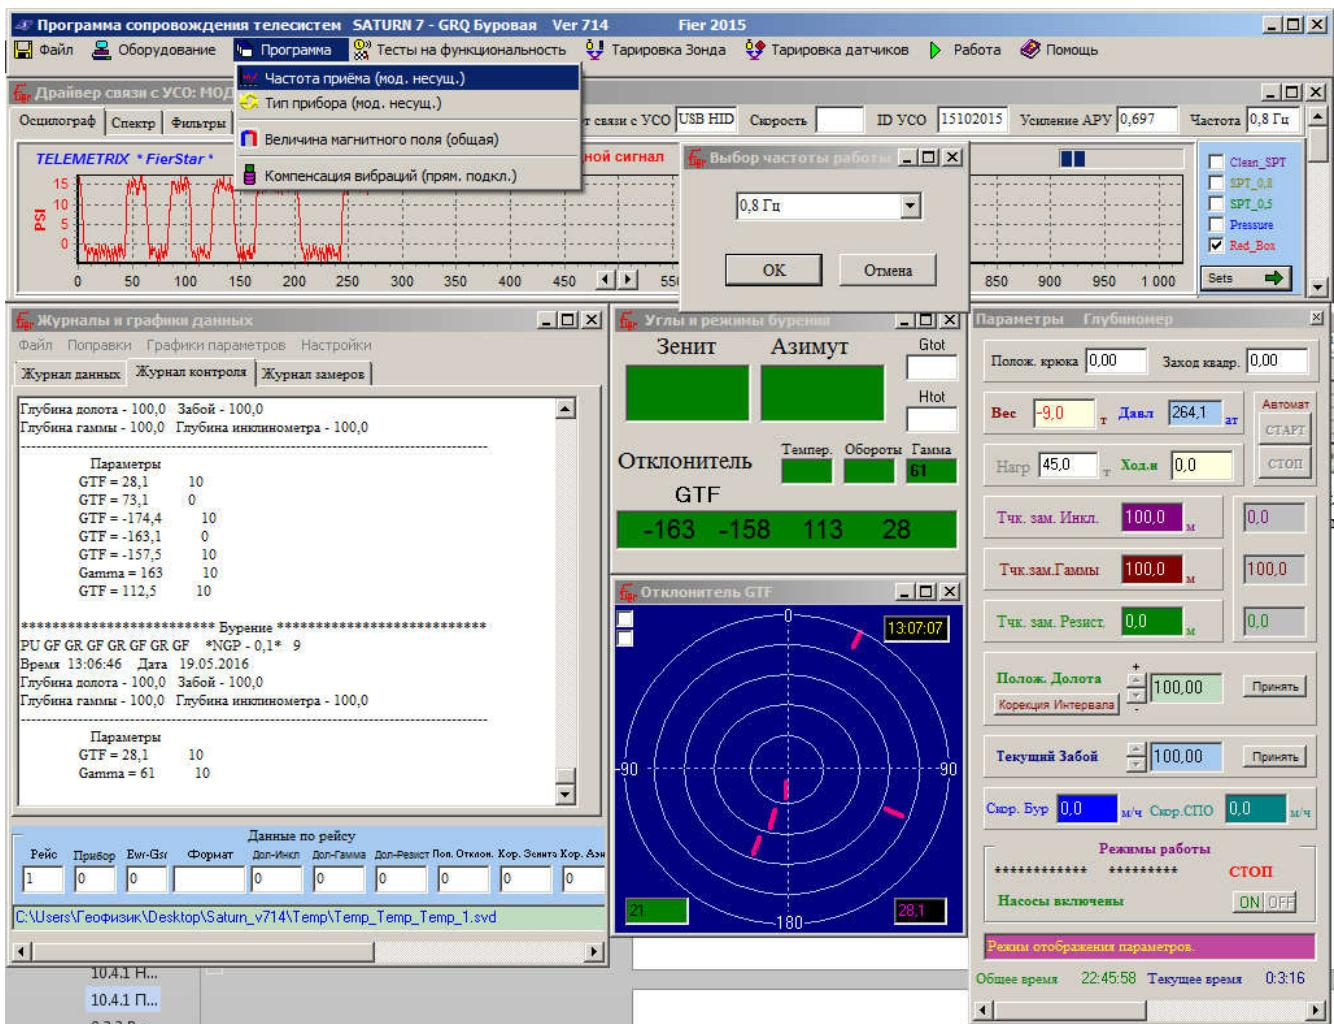

Рисунок 10.29
- Вкладка «Программа» - «Частота приема» - меняем на 0,8 Гц – «OK» (Рисунок 10.29).